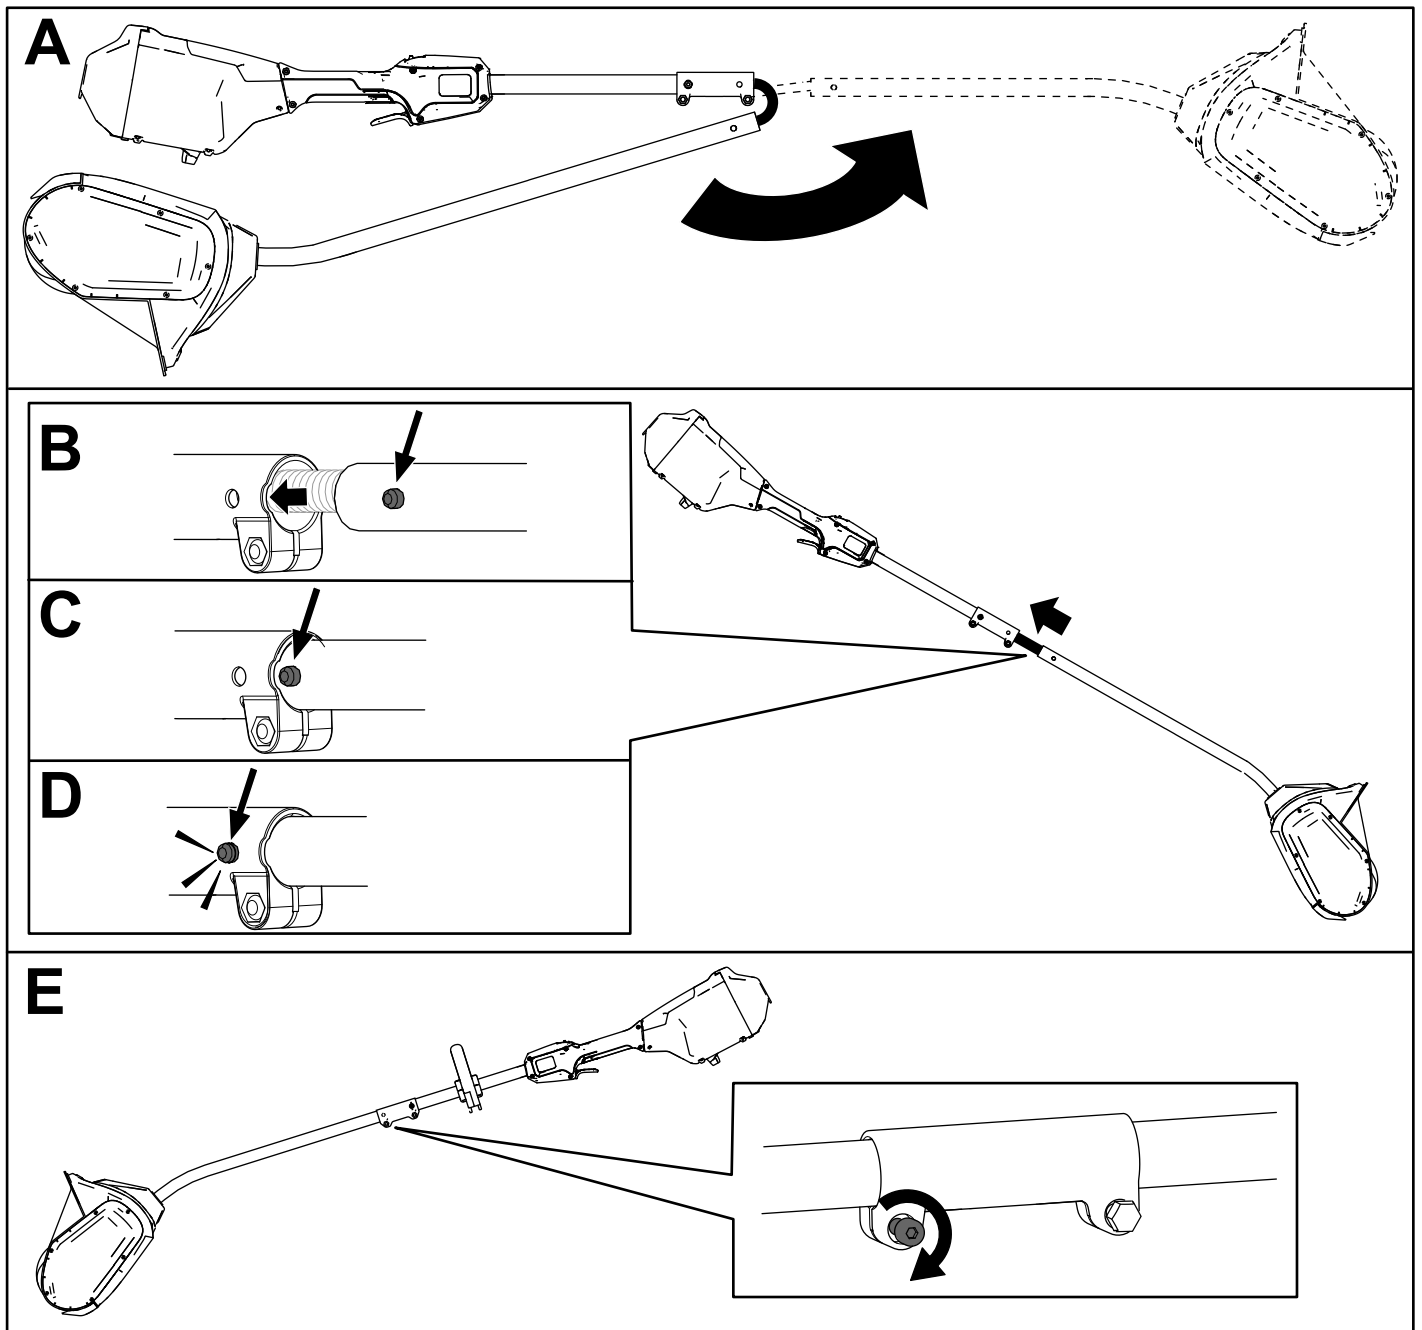

Bild 3
1. Klappen Sie den Holm auf (A in Bild 3).
2. Richten Sie den Verriegelungsstift am unteren Stiel mit dem Loch am oberen Stiel aus und schieben Sie beide Teile zusammen (B und C in Bild 3).
Hinweis: Der Verriegelungsstift klickt in das Loch ein, wenn beide Stielteile verbunden sind (D in Bild 3).
3. Ziehen Sie die Schraube auf dem Stielverbindungsstück mit dem mitgelieferten Innensechskantschlüssel fest (E in Bild 3).